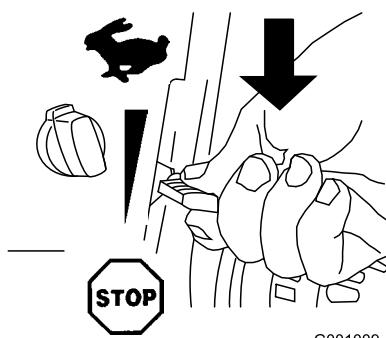

Figure 29
- Réglez la manette d'accélérateur à la position d'arrêt (Figure 29).